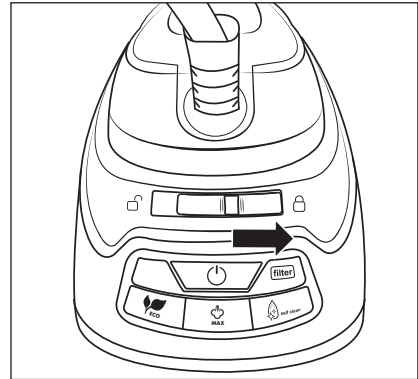

Fig. 8
- 4) Bloccare il ferro da stiro a vapore **1** spingendo l'interruttore di blocco **15** verso destra in direzione di (bloccato) (vedere fig. 8).